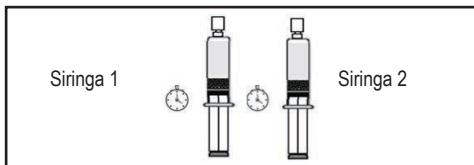

Figura 13.
- 4.1 Ruotare con delicatezza il contenuto per permettere alle microsfere di sistemarsi verso lo stantuffo. Possono servire diversi minuti prima che si sistemino completamente (Figura 13).